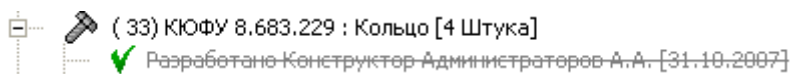

Рис. 208
- **Аннулировать** – аннулирование статуса. При этом статус остается в БД, но становится неактивным и отображается в дереве объектов перечеркнутым (Рис. 208).